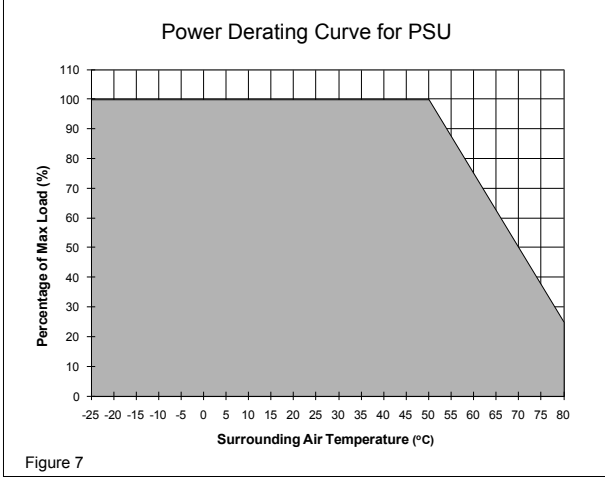

Figure 7
5.4. Temperaturverhalten (Abb. 7)
Betriebstemperaturbereich (Umgebungstemperatur)	-25°C bis +80°C (Leistungsherabsetzung gemäß Abb. 7)